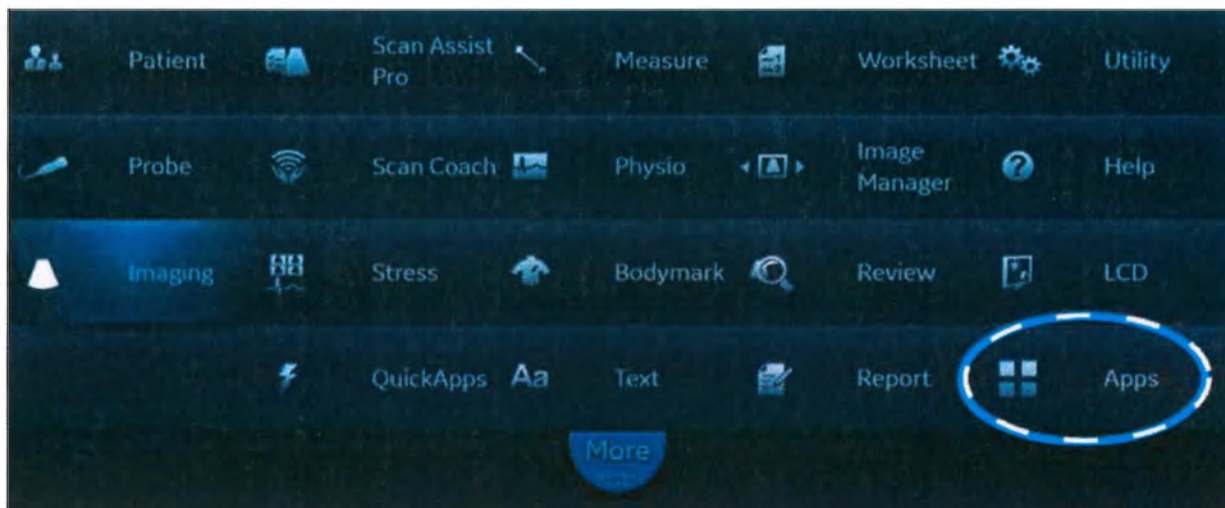

Рис. 7-46. Доступ к панели запуска
4. Нажмите последовательно **More** -> **Apps** (Далее -> Приложения) на сенсорной панели (см. Рис. 7-46).